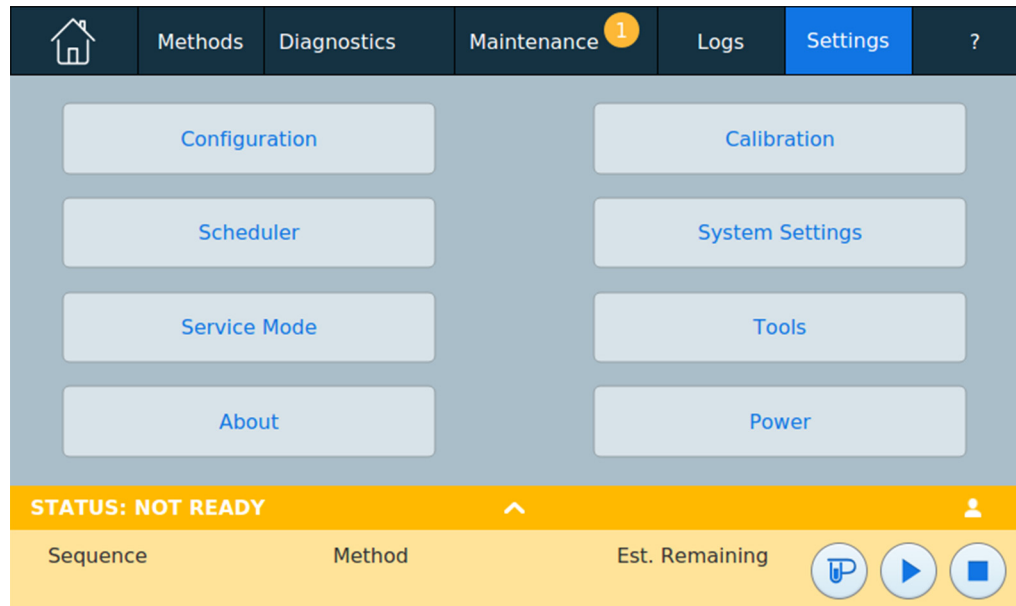

Figura 34 Vista impostazioni
Premendo **Settings** sulla barra di controllo del touch screen si arriva alla schermata delle impostazioni. Consultare Figura 34.
- 1 Premere **Settings** sulla barra di controllo del touch screen. Si apre vista impostazioni. Vedere Figura 34 a pagina 104.
- 1 Premere **Settings** sulla barra di controllo del touch screen. Si apre la vista impostazioni. Vedere Figura 34 a pagina 104.